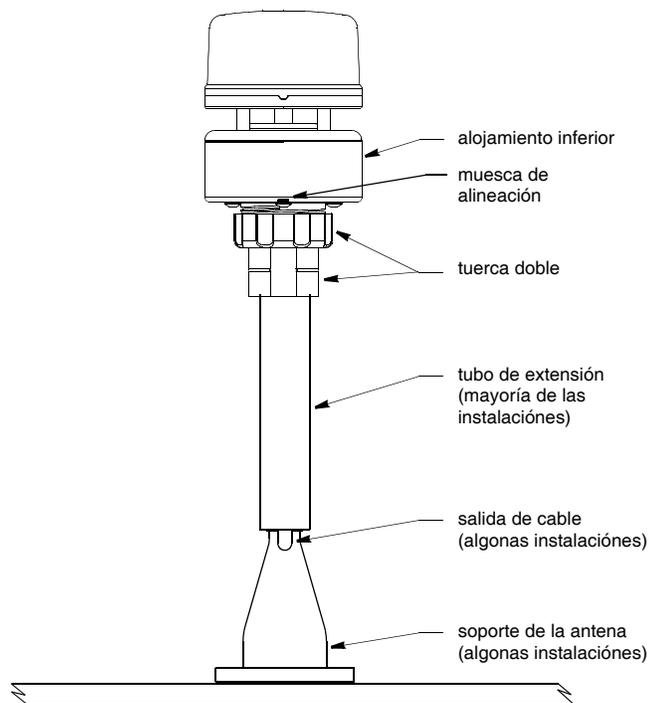

Figura 4. Instalación (modelo que se muestra: 150WX)
2. Coloque el soporte de la antena en un ángulo de 90° al plano de flotación. Si es necesario, utilice cuñas para nivelar la superficie de montaje (figura 4).
6. Si lo desea, enrosque el tubo de extensión en el soporte de la antena (figura 4).
2. Pele 60 mm (2-1/2") del forro exterior y del blindaje del extremo cortado del cable (figura 4).